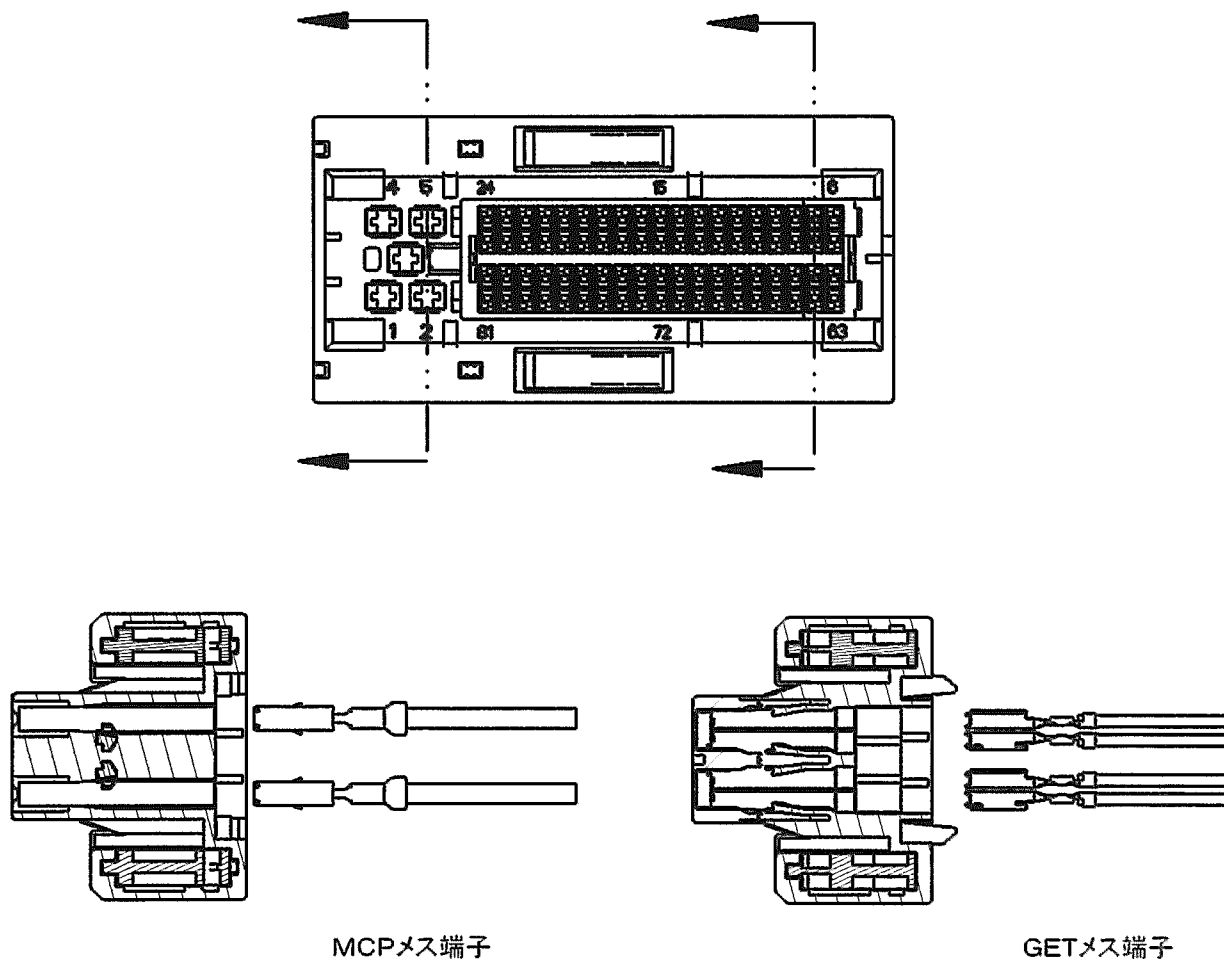

Fig.9
(3) Fig.9 のような向きにメス端子を指定のキャビティ(メス端子が収納される穴)に挿入します。ランス(端子ランス)が係止され、それ以上挿入できなければ完了です。
Insert contacts into the each specific cavity with proper contact direction as shown in Fig.9.